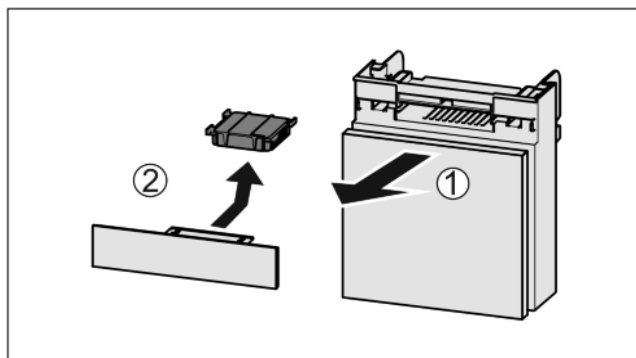

Fig. 41
- Estrarre il vano tirando in avanti Fig. 41 (1).
- Rimuovere il filtro a carboni attivi Fig. 41 (2).